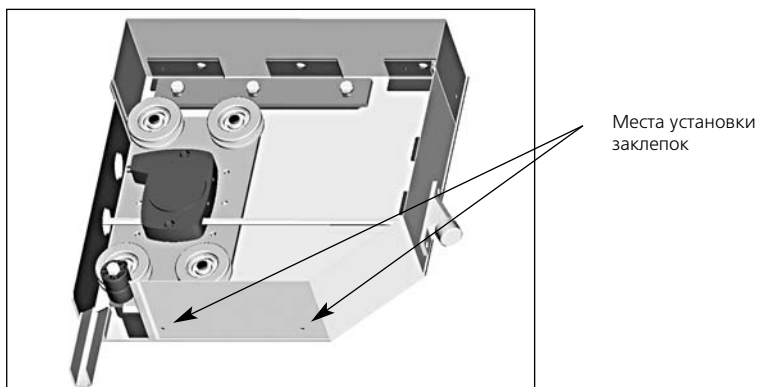

Рис.4.4.
- установить крышку корпуса, закрепить заклепками (рис.4.4);